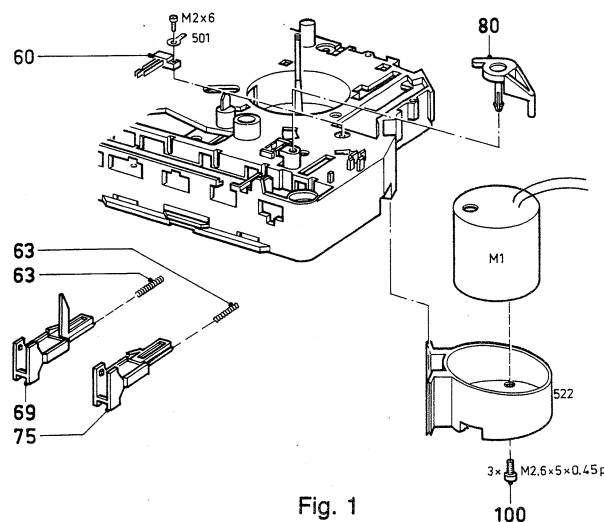

Fig. 1
Voor constructie zie Fig. 1.
Für die Konstruktion siehe Fig. 1.
**TAPE TRANSPORT - FIG. 1****— Removal of pressure roller 53**